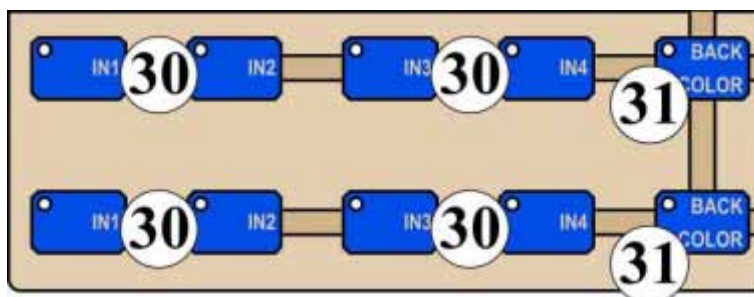

Рис. 4 – Линейки микширования
Линейки микширования - это два ряда кнопок, которые дублируют друг друга и условно названы А и В. С помощью кнопок (30) (см. рис. 4) выберете по одному входу на каждой линейке для дальнейшего микширования их между собой. В качестве микшируемых сигналов можно выбрать цветные поля с помощью кнопок (31). Светодиоды на кнопках